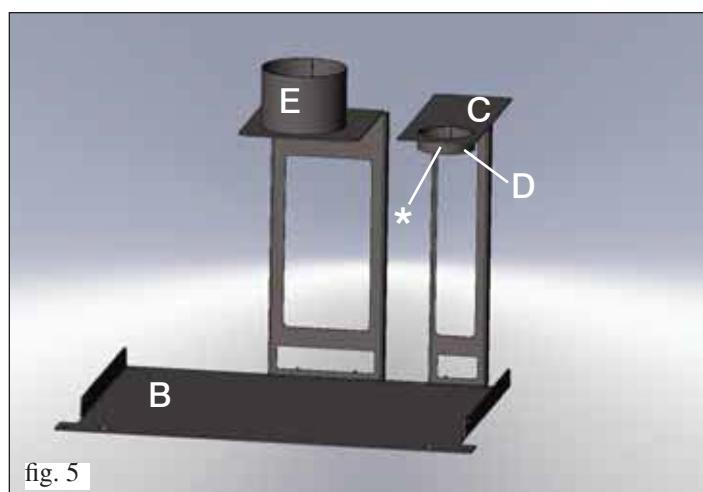

fig. 5
• Tagliare il tubo a misura e calzare il terminale del tubo stesso al collare della staffa di centraggio (E fig. 3 a lato e fig. 5 a pag. 11) e fissarlo tramite le fascette in dotazione.
- Calzare la canna fumaria sul collare della staffa (**C**) appoggiandolo sulla apposita vite (*) (fig. 5).
- Calzare il tubo di carico pellet sul collare della staffa (**E** fig. 5 a lato e fig. 3 a pag. 9) fissandolo con la fascetta in dotazione.